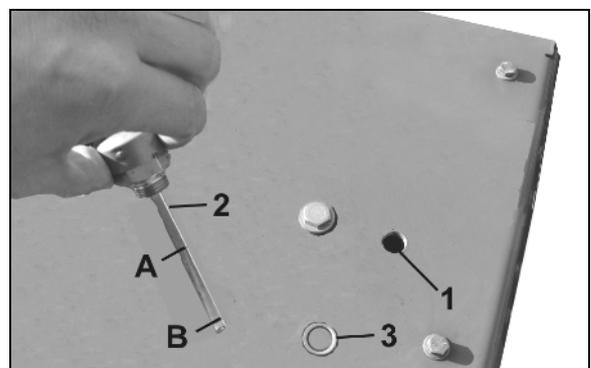

Fig. 74
2. Öl-Peilstab lösen und abnehmen (Fig. 74/2).